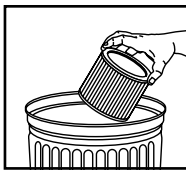

FIGURA 9
16. Para limpiar el filtro de cartucho agítelo o cepíllelo para quitar el exceso de suciedad. **FIGURA 9.**